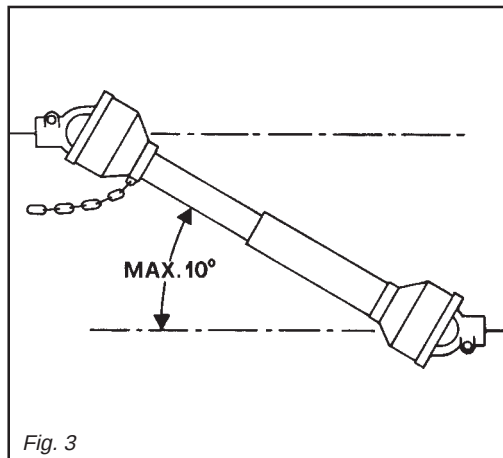

Fig. 3
- 39)** Disinserire, sempre, la presa di forza quando l'albero cardanico fa un angolo troppo aperto (mai oltre i 10 gradi - Fig. 3) e quando non viene usata.
- 39)** *Always disengage the pto when the cardan shaft is set at an excessively open angle (never beyond 10 degrees - Fig. 3) and when it is not in use.*
- 39)** Die Zapfwelle immer ausschalten, wenn die Gelenkwelle einen zu großen Winkel einnimmt (nie über 10 Grad - Abb. 3) und wenn sie nicht gebraucht wird.
- 39)** *Débrayez toujours la prise de force quand l'angle de l'arbre à cardans est trop ouvert (jamais plus de 10 degrés Fig. 3) et lorsque vous ne devez pas l'utiliser.*
- 39)** Desactivar, siempre, la toma de fuerza cuando el árbol cardánico hace un ángulo demasiado abierto (nunca superar los 10 grados - Fig. 3) y cuando no la usamos.